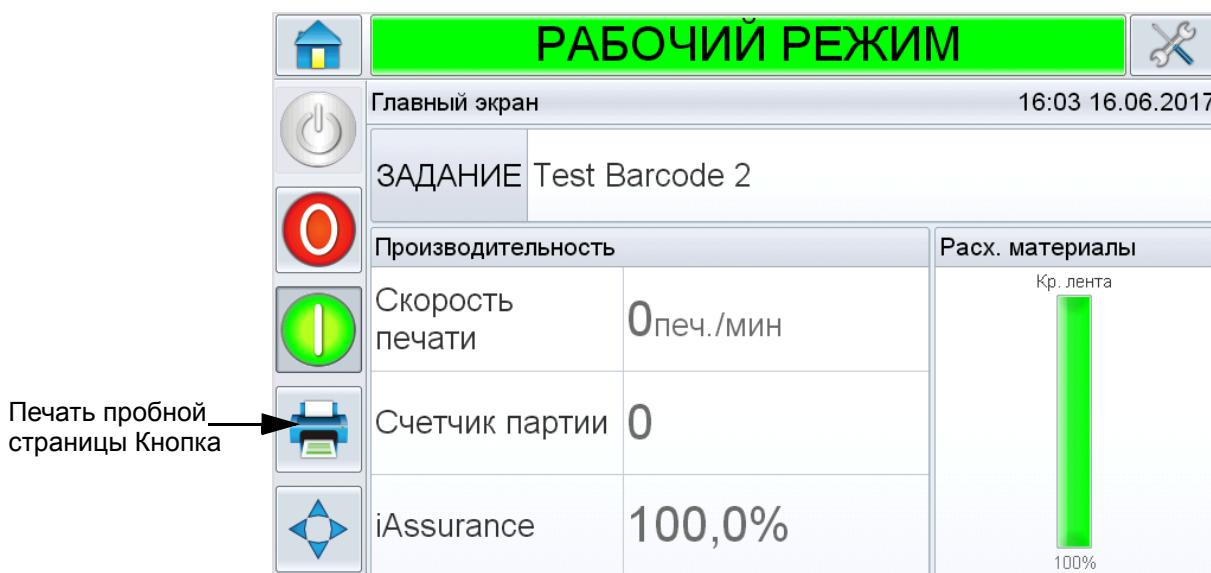

Рис. 4-20: Кнопка «Test Print» (пробная печать)
Пробное изображение может быть напечатано до запуска печати принтера, чтобы проверить уровень качества печатного изображения. Если данная функция была заблокирована инженером по установке, то кнопка «Test Print» (пробная печать) (Рисунок 4-20) будет отображаться серым цветом. Кроме того, чтобы кнопка «Test Print» (пробная печать) была активной, принтер должен быть переключен в режим RUNNING (РАБОТАЕТ).
3. Нажмите  на экране управления CLARiTY (Рисунок 4-20). Принтер начнет печатать пробную страницу.